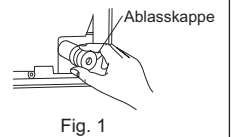

Fig. 1
- Fassen Sie die Kältemittelleitungen und den Ablassschlauch zusammen und umwickeln Sie sie anschließend vom Ende her mit Filzband (4). Die Überlappung des Filzbandes (4) sollte ein Drittel der Bandbreite betragen. Bringen Sie eine Bandsicherung am Ende des Filzbandes (4) an.
- Ziehen Sie die Ablasskappe rechts hinten von des Innengeräts heraus. (Fig. 1)